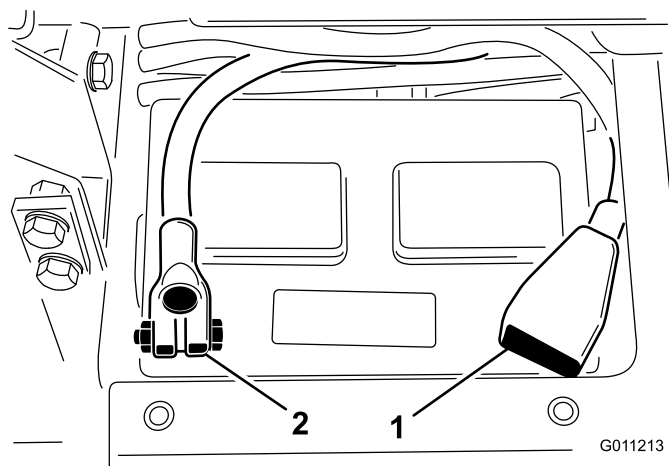

図 5
8. 赤い（+）ケーブルをバッテリーの（+）端子に、黒いケーブル（-）はバッテリーの（-）端子にはめ、ボルトとナットで固定する（図 5）。プラス端子が電極に十分にはまり込んでいること、ケーブルの配線に無理がないことを確認する。ケーブルとバッテリーカバーを接触させないこと。